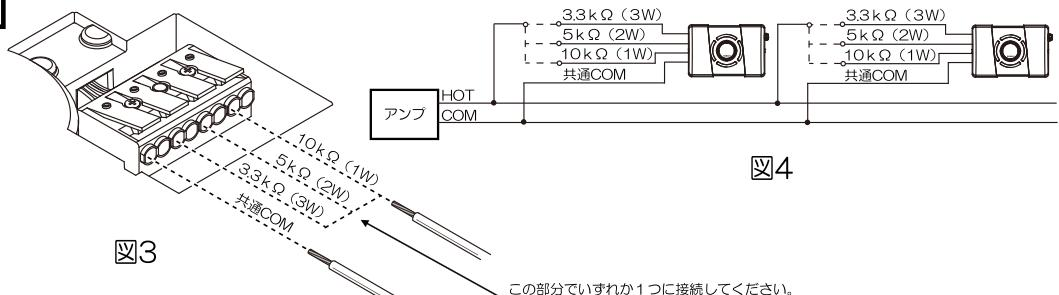

図3
- まず、図3、5、7のようにスピーカー線を接続端子へ接続してください。